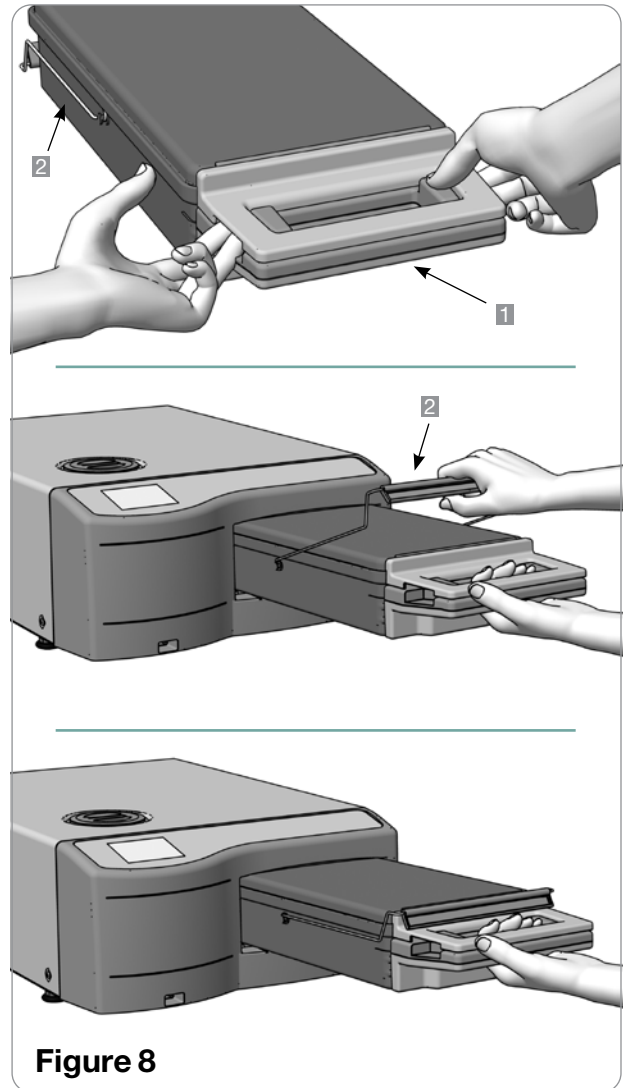

Figure 8
1. Tenir la poignée de la cassette dans une main et la poignée de transport dans l'autre comme illustré dans la Figure 8.